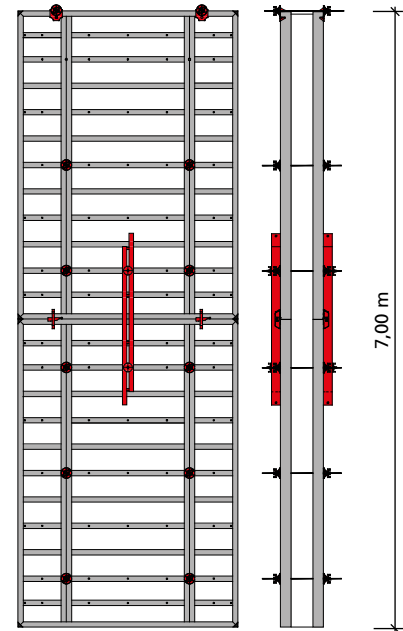

Abb. 48.2
■ Werden zwei M 350-Elemente vertikal auf 7,00 m Höhe aufgestockt, kann die oberste Ankerlage durch die Ankerung mit der Uni-Kralle über dem Element ersetzt werden (Abb. 48.2).